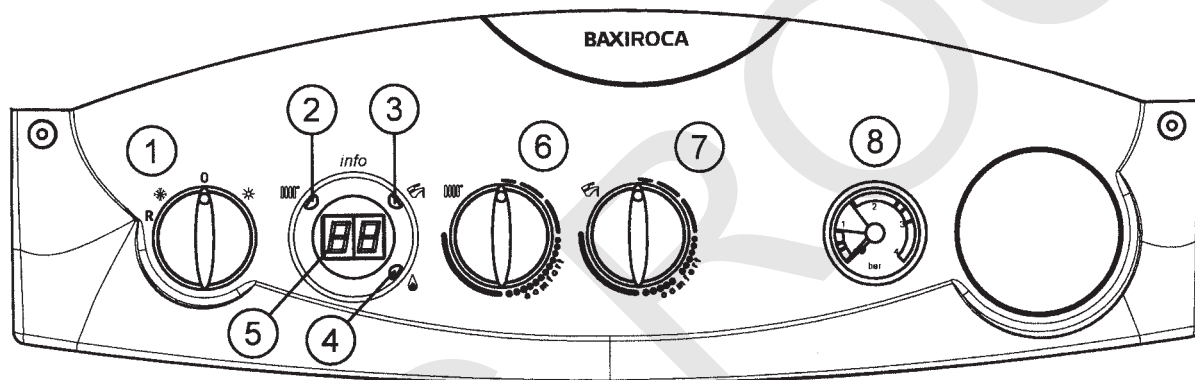
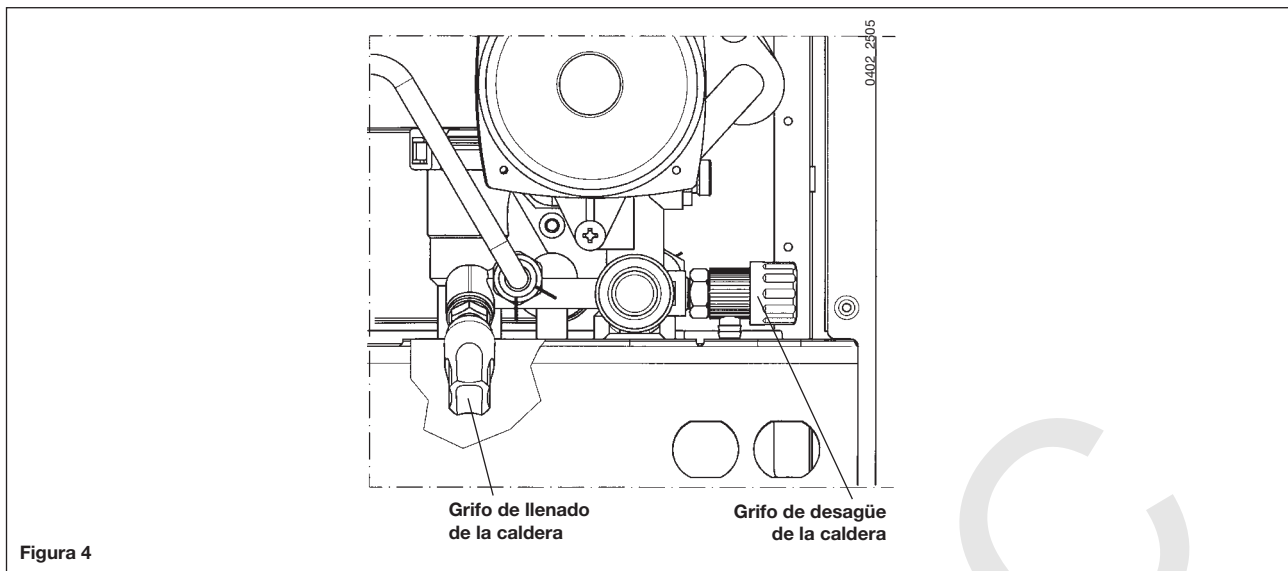

Figura 1
Figura 4
**IMPORTANTE:** Controlar periódicamente que la presión, leída en el manómetro (8 figura 1) y con instalación fría, sea de 1 - 1,5 bar. En caso de sobrepresión, actuar sobre el grifo de desagüe caldera. Si es inferior, obrar sobre el grifo de llenado de la caldera (figura 4).